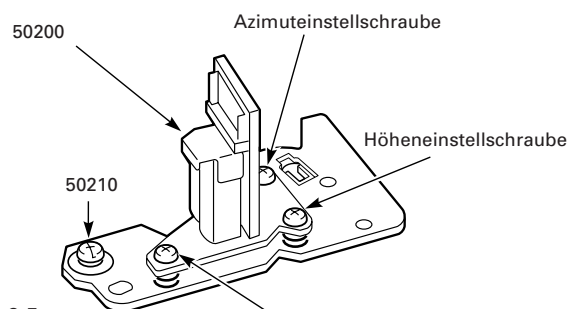

Fig. 9.5
9.4 Einstellung des Kombikopfes (Fig. 9.5)